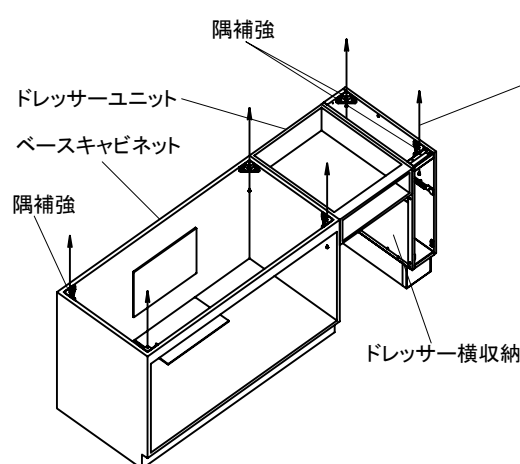

図9-5
- ②ベースキャビネット4隅の隅補強、ドレッサー横収納の隅補強を介して所定のネジでカウンターを固定してください。(図9-5)